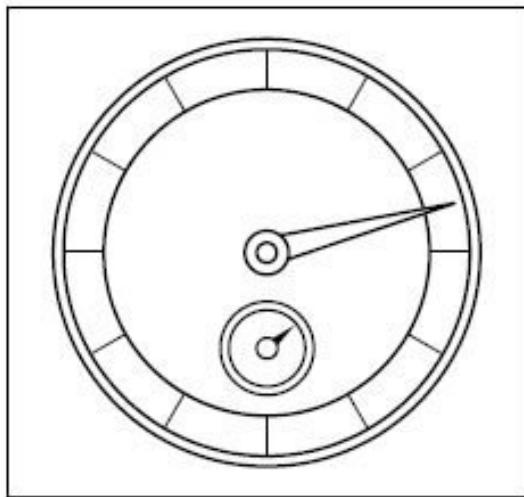
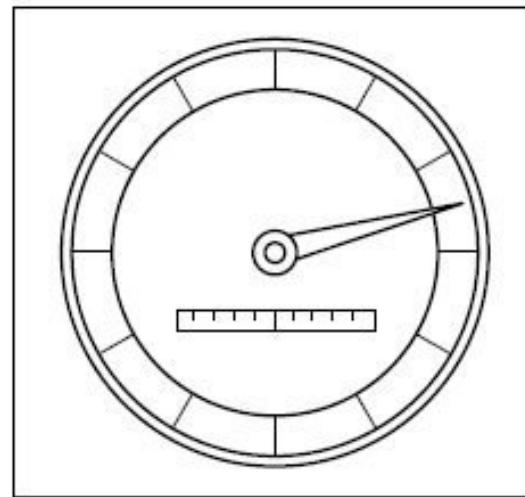

Рис. 1
Рис. 2
**Задача 1.2.** Авиационный высотомер (альtimетр) работает, измеряя падение давления с высотой. В сущности, это обычный барометр, но шкала градуирована в единицах длины (высоты). Высотомер имеет две круговые шкалы (рис. 1): большая шкала показывает метры, малая – километры. Пилоты часто путали шкалы. Поэтому инженеры-психологи решили установить новый высотомер, на циферблате которого километры показывались бы на горизонтальной шкале, а метры – на круговой (рис. 2). Спроектировать такой прибор было поручено высококвалифицированным инженерам. С задачей они справились, но в результате получился сложный механизм с множеством шестеренок и колесиков. Трение в них было столь велико, что точность нового прибора оказалась сведенной на нет. Все попытки уменьшить число шестеренок ничего не дали. Тогда задача была передана человеку, мало знакомому с такого рода проблемами...